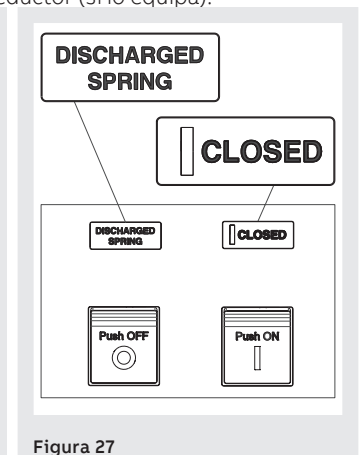

Figura 27
3. Interruptor cerrado con resortes descargados (véase Figura 27).